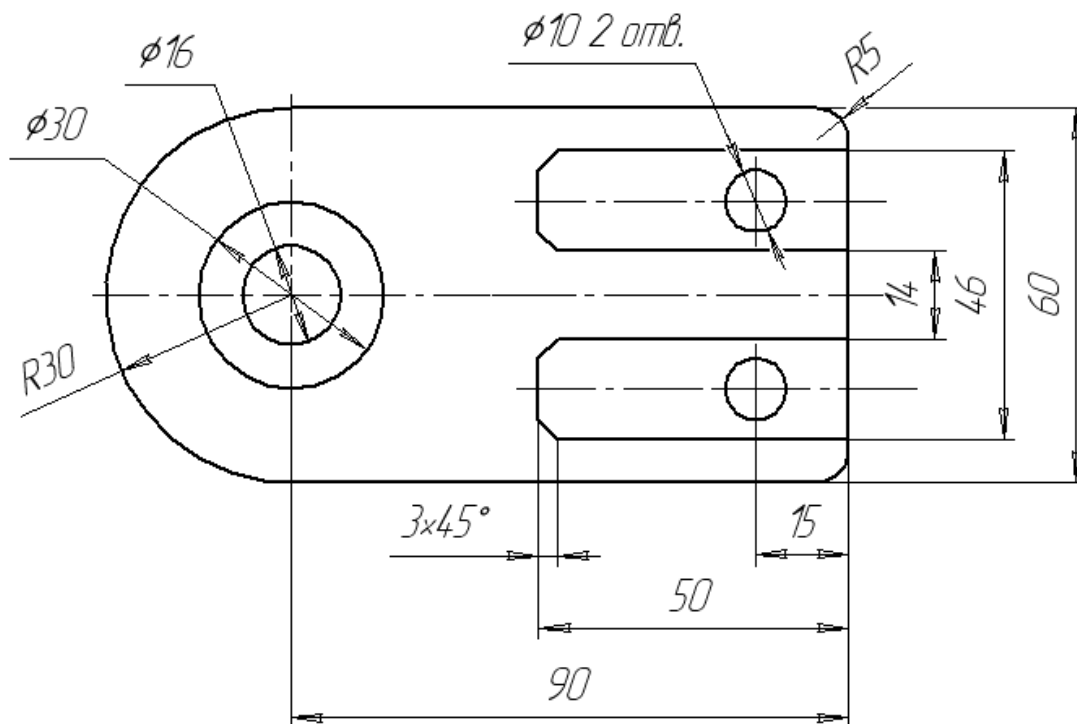

Рисунок 5. Команда «Фаска»
7. Выполнить геометрические построения, используя команды «Штриховка», «Фаска». Нанести размеры (см. рис.5,6)